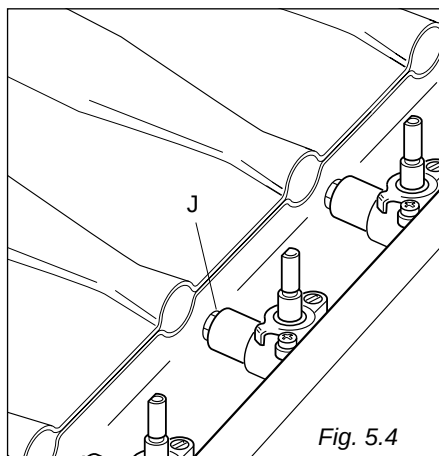

Fig. 5.4
- ✓ A l'aide d'une clé plate, remplacer les injecteurs "J" (fig. 5.4).